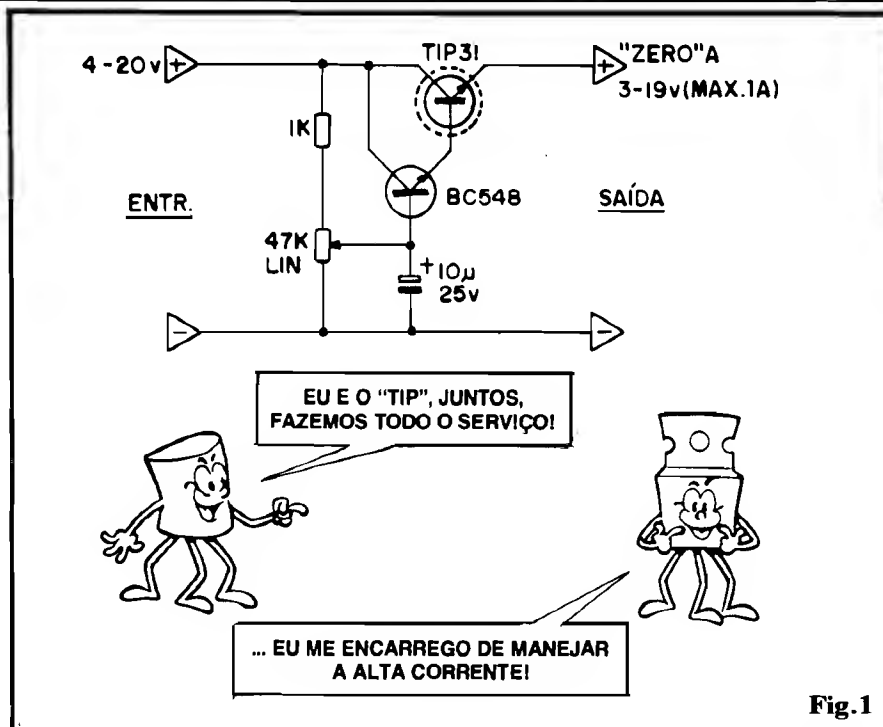

Fig. 1
- FIG. 1 - "Esquema" do circuito. Dois transistores de uso corrente, um resistor, um capacitor e um potenciômetro... É tudo o que o Leitor/"Aluno" precisa para elaborar um prático e útil CONTROLADOR DE TENSÃO, de múltiplos e válidos usos, na bancada ou fora dela! A função do módulo MP-25 é totalmente descrita no seu próprio nome: controlar (ajustar através do **knob** de um potenciômetro...) Tensões C.C., que podem situar-se, inicialmente, na faixa que vai de 4 a 20 volts, de modo que, na saída do sistema possamos obter praticamente **qualquer** valor, entre "zero" e o máximo da tal Tensão! Na verdade, o arranjo pode também ser chamado de POTENCIÔMETRO ELETRÔNICO DE ALTA CAPACIDADE DE CORRENTE (é capaz de manejar confortavelmente até 1A...), e sua utilidade transcende muito a sua simplicidade, conforme veremos nas sugestões apresentadas ao final da presente "Lição"... Avisamos desde já: trata-se de um módulo praticamente imprescindível numa bancada!